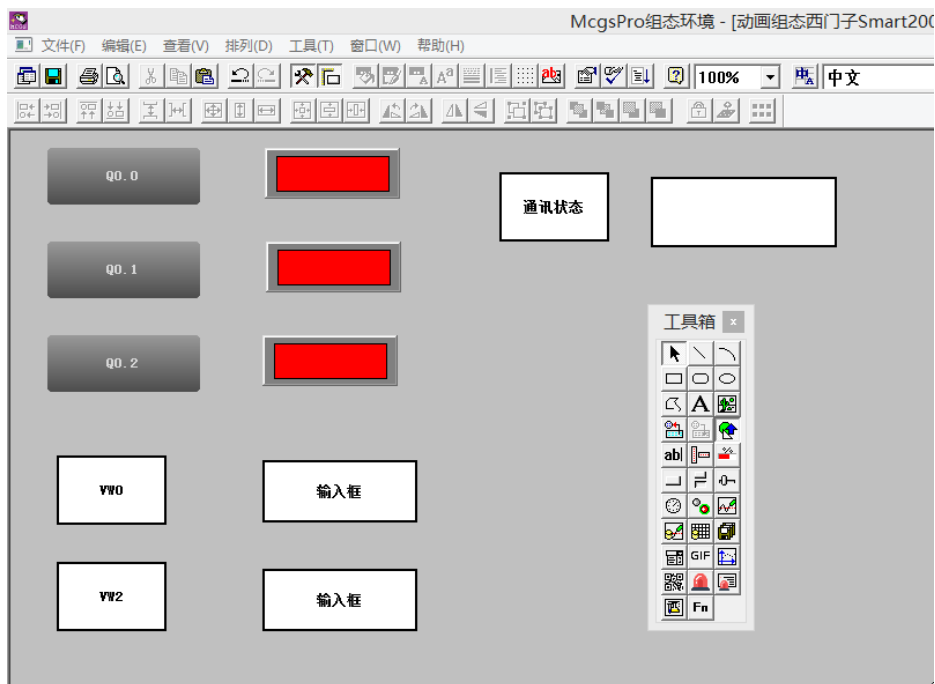

图 4.4.5
①按钮：从工具箱中单击选中“标准按钮”构件，在窗口编辑位置按住鼠标左键，拖放出一定大小后，松开鼠标左键，这样一个按钮构件就绘制在了窗口画面中。双击该按钮打开“标准按钮构件属性设置”对话框，在基本属性页中将“文本”修改为 Q0.0，点击确认保存。Q0.1 和 Q0.2，设置同同该步骤。
②指示灯：鼠标单击工具箱中的“插入元件”按钮，打开“对象元件库管理”对话框，选中图形对象库指示灯中的一款，点击确认添加到窗口画面中。并调整到合适大小，同样的方法再添加两个指示灯，摆放在窗口中按钮旁边的位置。
③标签：单击选中工具箱中的“标签”构件，在窗口按住鼠标左键，拖放出一定大小的标签。双击进入该标签弹出“标签动画组态属性设置”对话框，在“扩展属性”页，在“文本内容输入”中输入 VW0，点击确认。同样的方法，添加两个标签，文本内容分别输入 VW2 和通讯状态，再添加一个标签，放在通讯状态标签旁边，文本内容为空白，如图 4.4.5 所示。